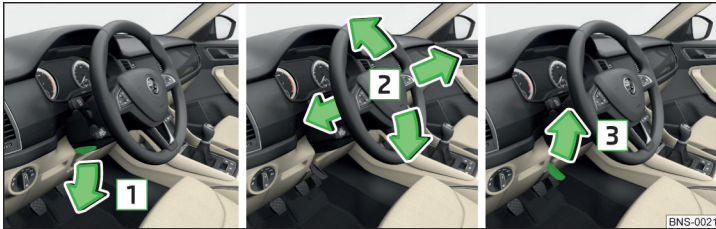

Abb. 3 Lenkradposition einstellen
- Den Sicherungshebel unter dem Lenkrad in Pfeilrichtung **1** schwenken » Abb. 3.